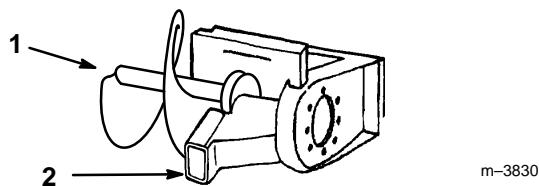

Abbildung 4
3. Die Schraube entfernen, mit der die Schutzzindel befestigt ist, und die Spindel abnehmen (Abb. 4).
4. Den Schlüssel von der Seite des Einstellgehäuses entfernen (Abb. 4).